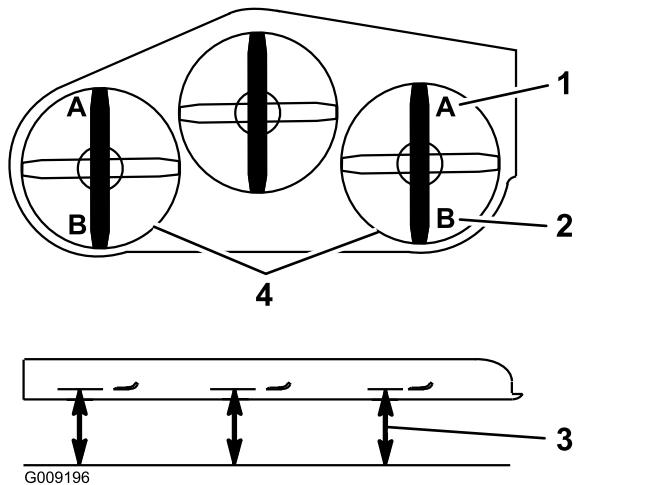

Figure 94
9. De chaque côté du tablier de coupe, mesurez la distance entre la surface plane et la pointe avant de la lame (position A), comme montré à la Figure 94.
15. De chaque côté du tablier de coupe, mesurez la distance entre la surface plane et la pointe arrière de la lame (position B), comme montré à la Figure 94.